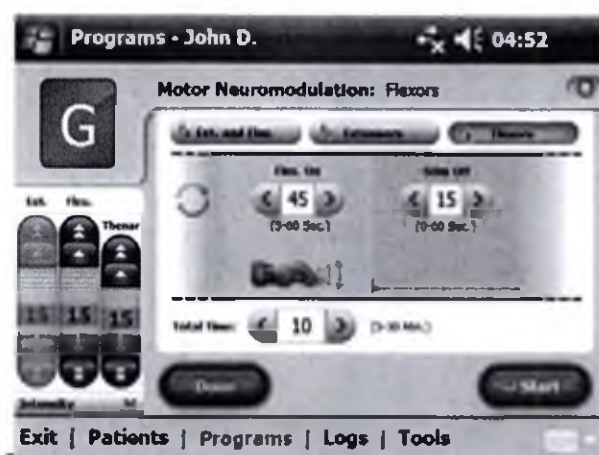

Рис. 8-26 Программа G, окно сгибателей
1. Настройте время активации сгибателей, время отключения стимуляции и общее время см. рис. 8-26.